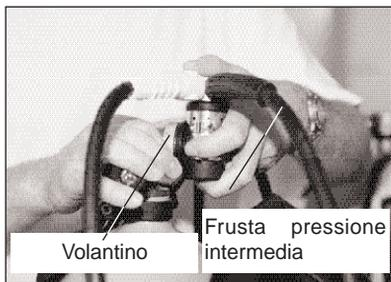

Fig. 8: Attacco di un primo stadio DIN
3. Connettore DIN. Avvitare l'attacco del riduttore di pressione (primo stadio) alla valvola della bombola dopo avere verificato che anche questa sia libera da corpi estranei. Avvitare il volantino facendo attenzione a non incrociare le filettature. Per ottenere il massimo comfort, la frusta di pressione intermedia tra il primo ed il secondo stadio dovrebbe trovarsi in posizione orizzontale con l'uscita sulla spalla destra (vedere fig. 8).